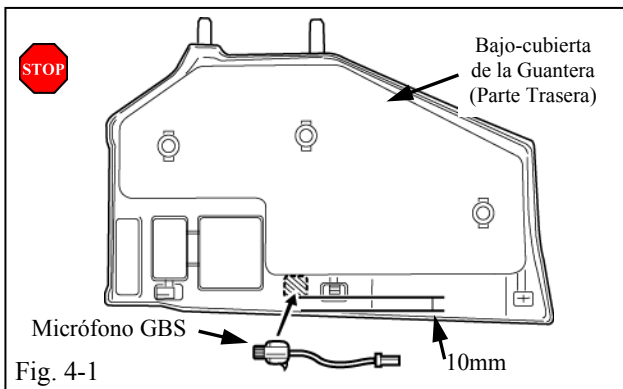

Fig. 4-1
- (a) Limpie el área indicada en la parte trasera de la Bajo-cubierta de la Guanterera con el Método de Limpieza y el limpiador VDC aprobados. (Fig. 4-1)
- (b) Ponga el micrófono GBS en la parte trasera de la Bajo-cubierta de la Guanterera como se muestra en la imagen. (Fig. 4-1)